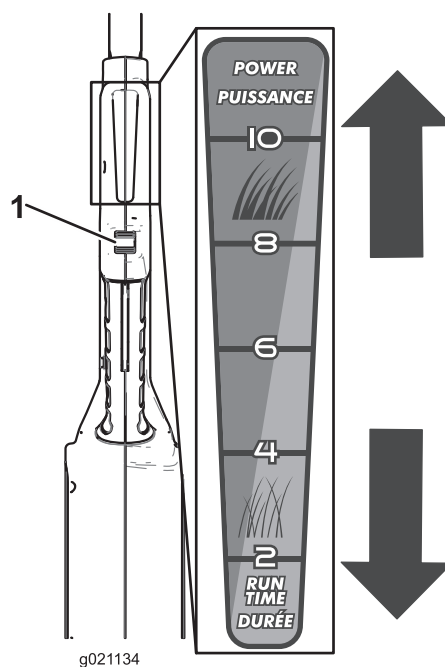

Figure 9
5. Éloignez la molette de vous pour accroître le régime du moteur et rapprochez-la de vous pour le réduire (Figure 9).